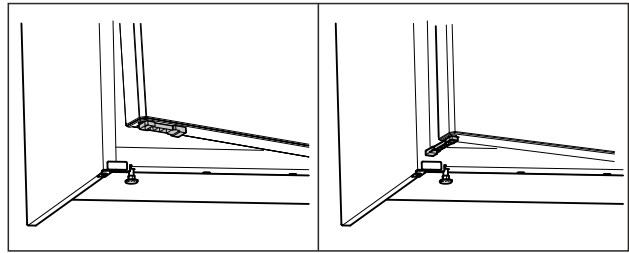

Fig. 63 *
- ▶ Ruotare il limitatore di apertura della porta di 90°. (vedere Fig. 63) *